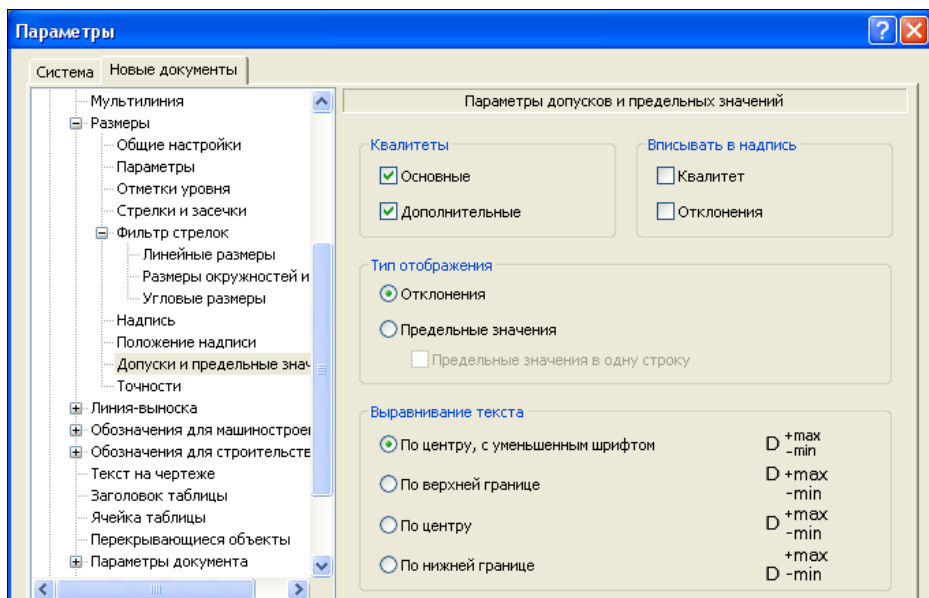

Рис. 15.25. Диалоговое окно **Параметры**
- ♦ выделите ЛК мыши пункт **Допуски и предельные значения**. В правой части раскрывается панель **Параметры допусков и предельных значений** (рис. 15.25). Вспомните ЕСКД и *урок 11*. При необходимости вы можете включить нужные опции, поставив флажки;